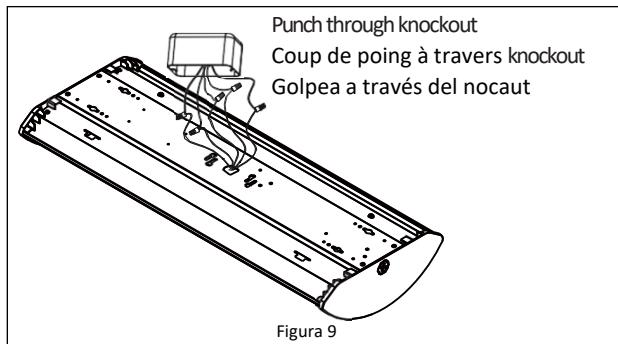

Figura 9
6. Perfora el orificio ciego central y jala los cables negro, blanco y verde. *Ver la Figura 9.*
Nota: Las conexiones de cableado se pueden realizar dentro del dispositivo o dentro de la caja de conexiones (como se muestra en la Figura 9).